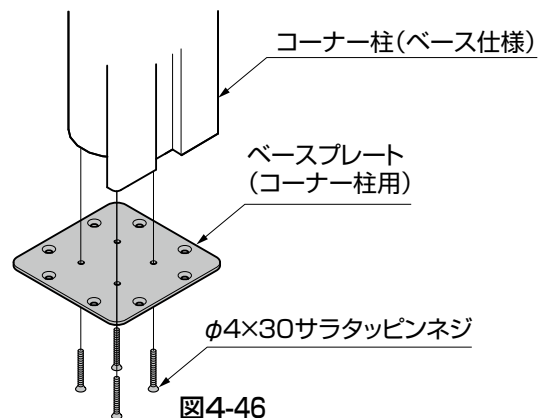

図4-46
①ベースプレート(コーナー柱用)の裏側から、コーナー柱(ベース仕様)をφ4×30サラタッピンネジで4ヶ所固定してください。(図4-46参照)